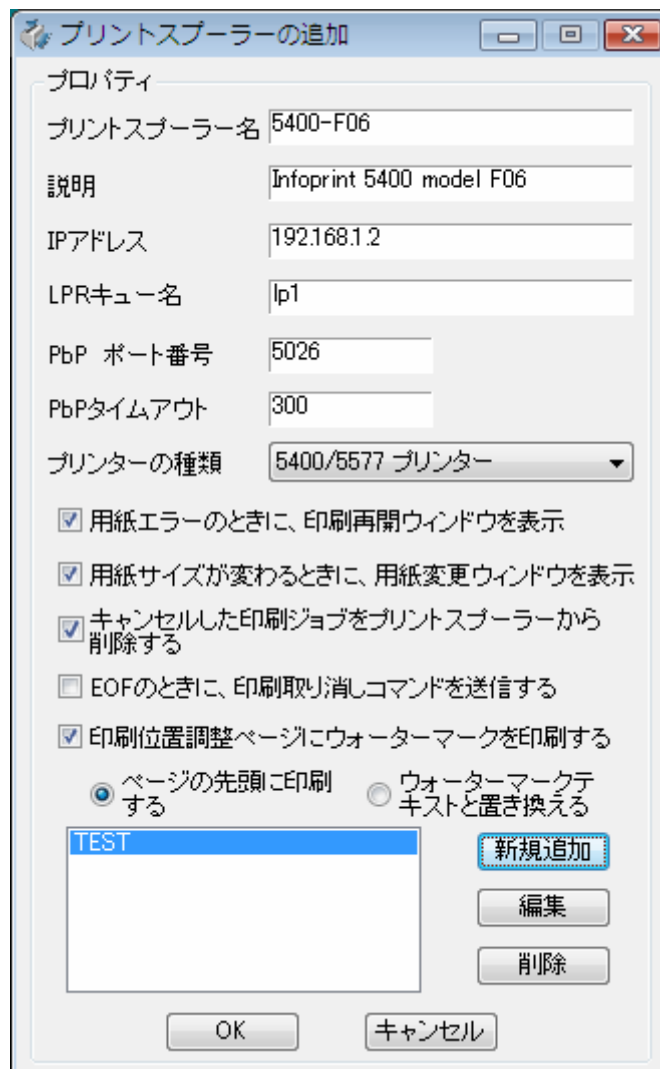

図 26 PbP プリントスプーラー設定画面（入力例）
2. 「ポートの構成」ボタンを押します。このプリンタードライバーの宛先となる PbP プリントスプーラー名を“図 26 PbP プリントスプーラー設定画面（入力例）（ページ 28）”にて設定した名称から選択します。